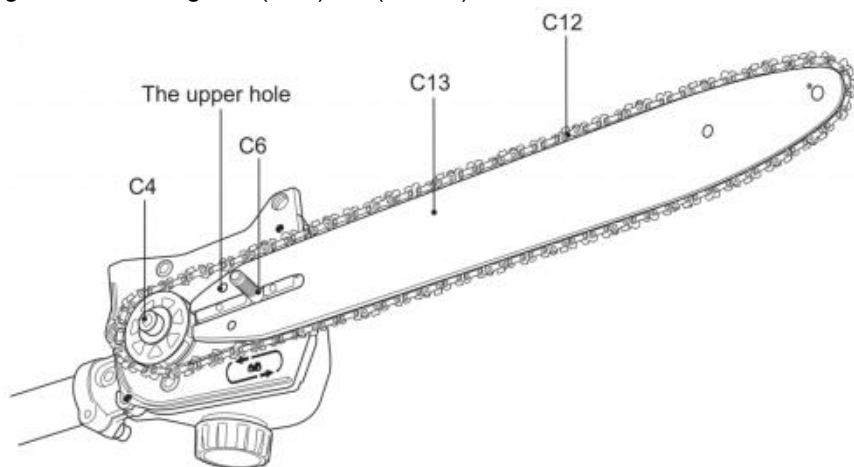

Fig. 10
6) Lijn de zaagketting (C12) en het zaagblad (C13) uit met het aandrijftandwiel (C4) en de bevestigingsbout (C6). Leg de zaagketting (C12) rond het aandrijftandwiel (C4) en laat vervolgens het zaagblad (C13) zakken om deze aan de bevestigingsbout (C6) te bevestigen. Zorg ervoor dat de spanpen in het bovenste gat van het zaagblad (C13) zit. (Afb.10)